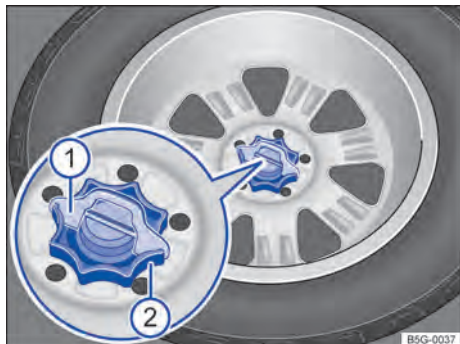

Fig. 269 No compartimento de bagagem: manípulo para fixação da roda sobressalente.
- Se necessário, retirar o calço de proteção contra giro → Fig. 269 ①, puxando-o para cima.
- Girar totalmente o manípulo localizado no meio da roda sobressalente ② no sentido anti-horário e remover a roda sobressalente.